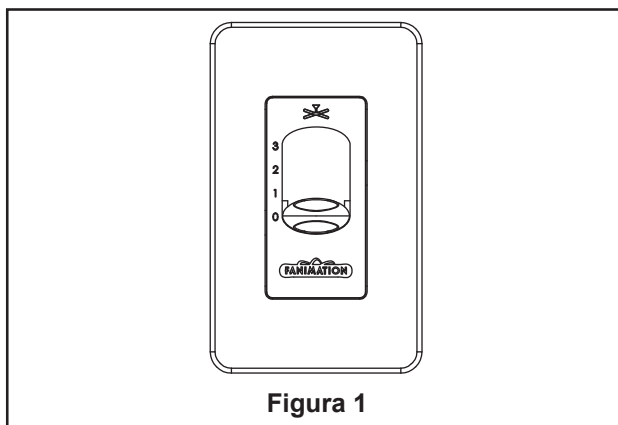

Figura 1
1. Coloque el aspa en el ensamble del motor. Asegúrese de que el aspa esté completamente asentado sobre el volante del ensamble del motor. Apriete los tornillos con el aspa al volante del ensamble del motor. (Figura 1)
1. Funcionamiento y uso del control de pared (Figura 1):